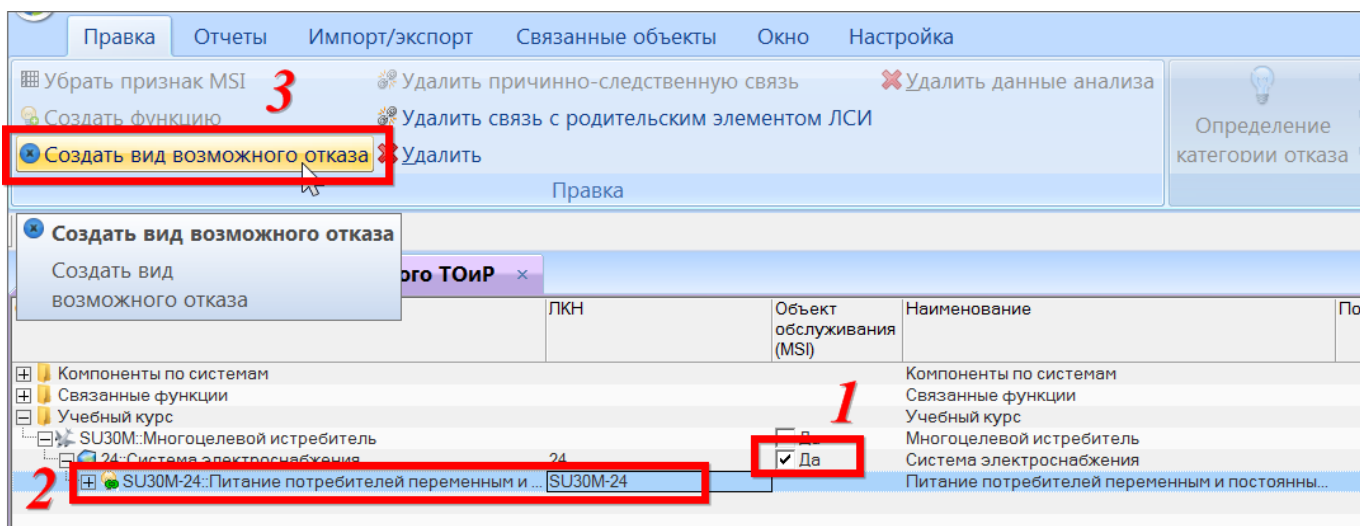

Рис. 11-8 – Выбор функции, для которой необходимо создать ФО
- 2) Выбрать ФИ, раскрыть его структуру и выбрать в ней объект обслуживания MSI (1 на рис. 11-8). Если для этого элемента ранее была создана функция, то она будет отображена в качестве дочернего элемента для этого элемента ЛСИ (2).
- 3) Выбрать функцию или ФО для функции и нажать кнопку «Создать вид возможного отказа» панели «Правка» (3).